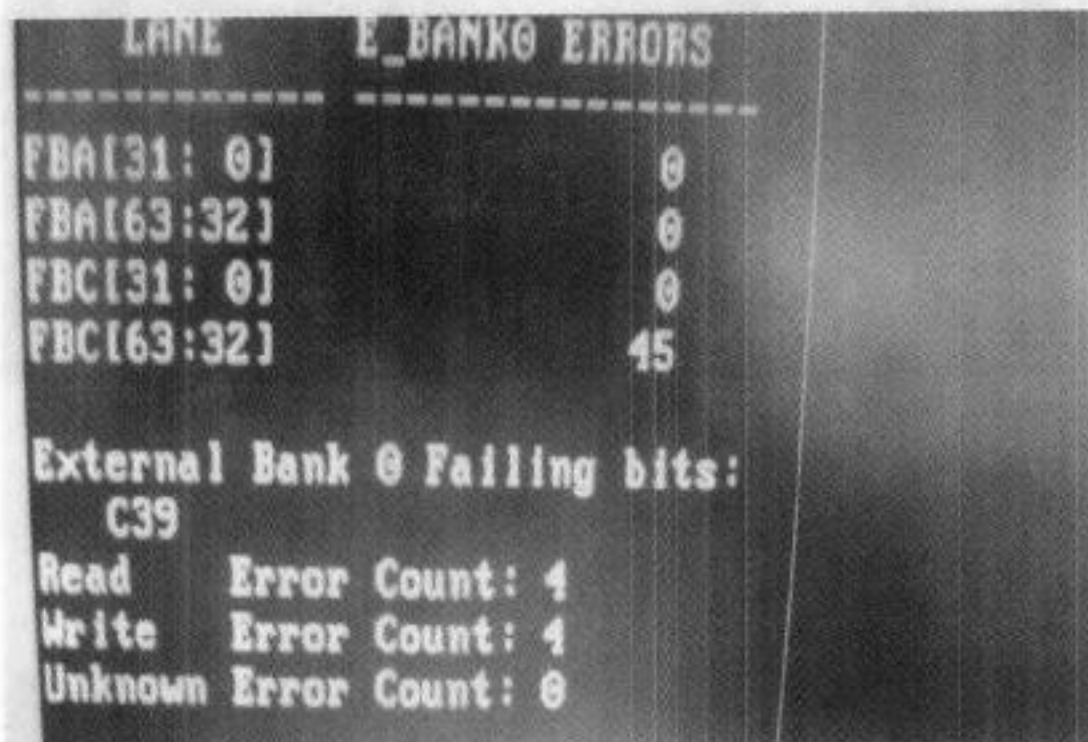

图 5-62 C39 报错
(1) 上机检测，MATS 程序显示 C39 报错，如图 5-62 所示。